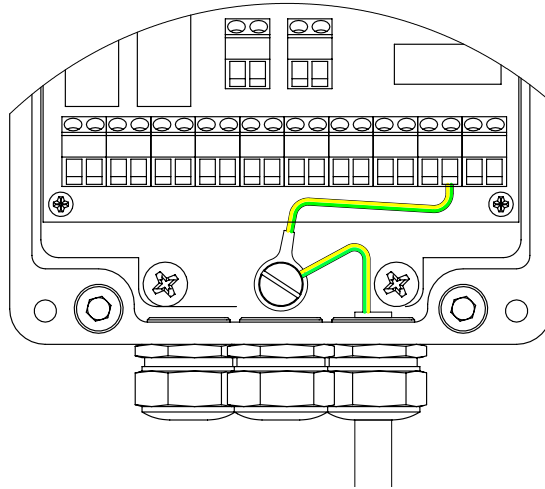

Bild 2-6 Erdungsanschluss bei Speisung mit 230, 115 oder 48 VAC
4. Wird der Lastmessverstärker mit einer Wechselspannung gespeisen (230 VAC, 115 VAC oder 48 VAC) ist ein Erdungsanschluss entsprechend *Bild 2-6* unerlässlich: